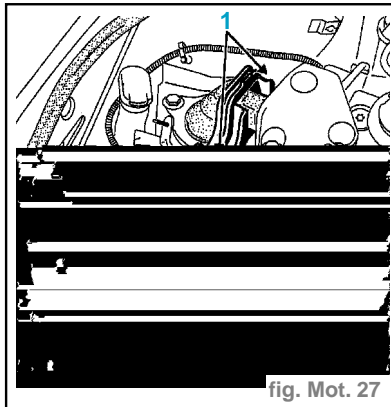

fig. Mot. 27
- Desserrer les vis (1) du limiteur puis le centrer. (fig. Mot. 27)